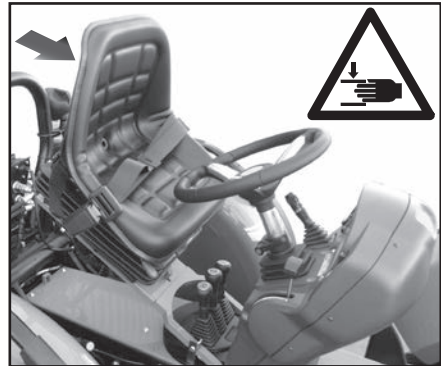

Abb. 5.30
- den Entriegelungshebel (21) ziehen und den Sitz nach vorne klappen (Abb. 5.30) bis der Feststeller (22) eingerastet ist;
Nicht unter dem Sitz arbeiten, wenn dieser sich in angehobener Position (Abb. 5.30) befindet, da Quetschgefahr für Finger und Hände besteht.